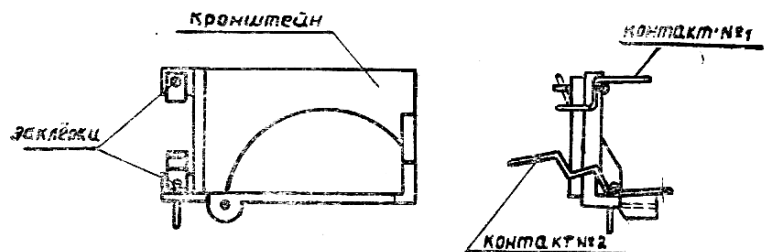

РИС. 4
в) прикрепить контакты выключателя к кронштейну батареи (рис. 4);
3. Контакт № 1 гнется после крепления его к кронштейну батареи см. (рис. 4).